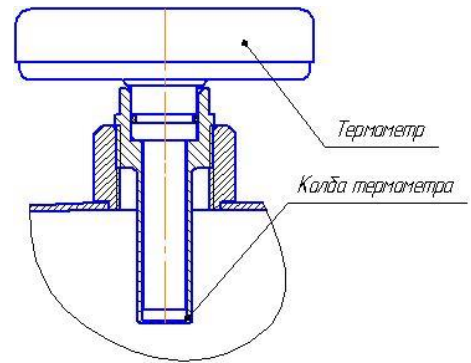

Рис. 3. Термометр
5.9. Вытащив термометр из колбы(рис.3), накапать 6-8 капель машинного масла и установить термометр на место.